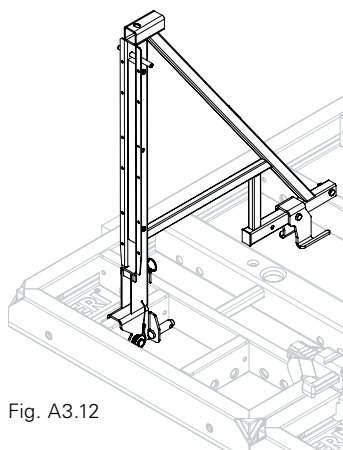

Fig. A3.12
5. Fixer le boulon de sûreté à travers la console et le contreventement. (Fig. A3.12 + A3.12a)